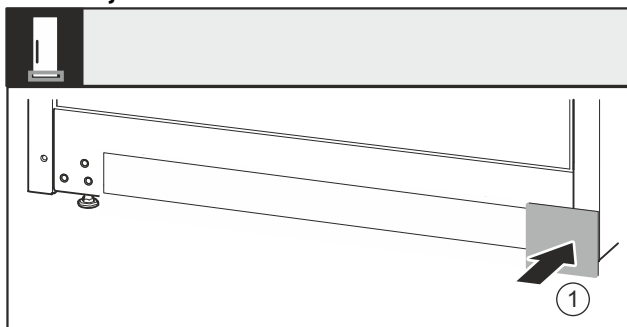

Fig. 25
- Ponovno natakните poklopac Fig. 25 (1) na drugu stranu.